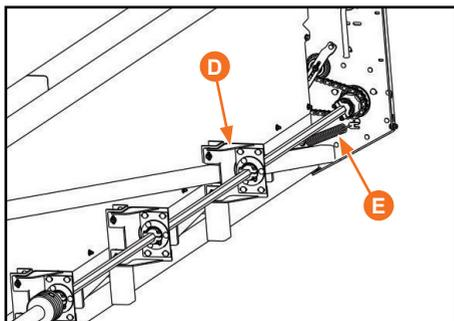
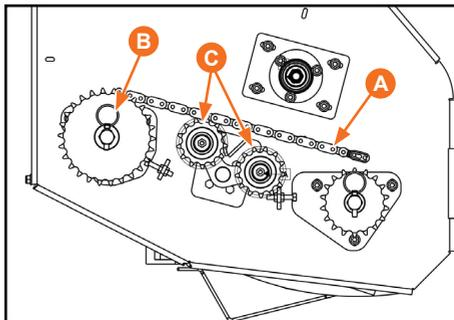

Figura 39
Figura 41
- Solte a mola (E) (Figura 39) para remover a tensão das rodas dentadas esticadoras (C) (Figura 41) e retire a corrente;
- Retire o pino trava (quebra-dedo) (B) (Figura 41) das rodas dentadas. Retire a roda dentada que lhe convier e monte a roda desejada, colocando novamente o pino trava;
- Recoloque a corrente de transmissão e faça novamente o tencionamento correto através da mola (E) (Figura 39);